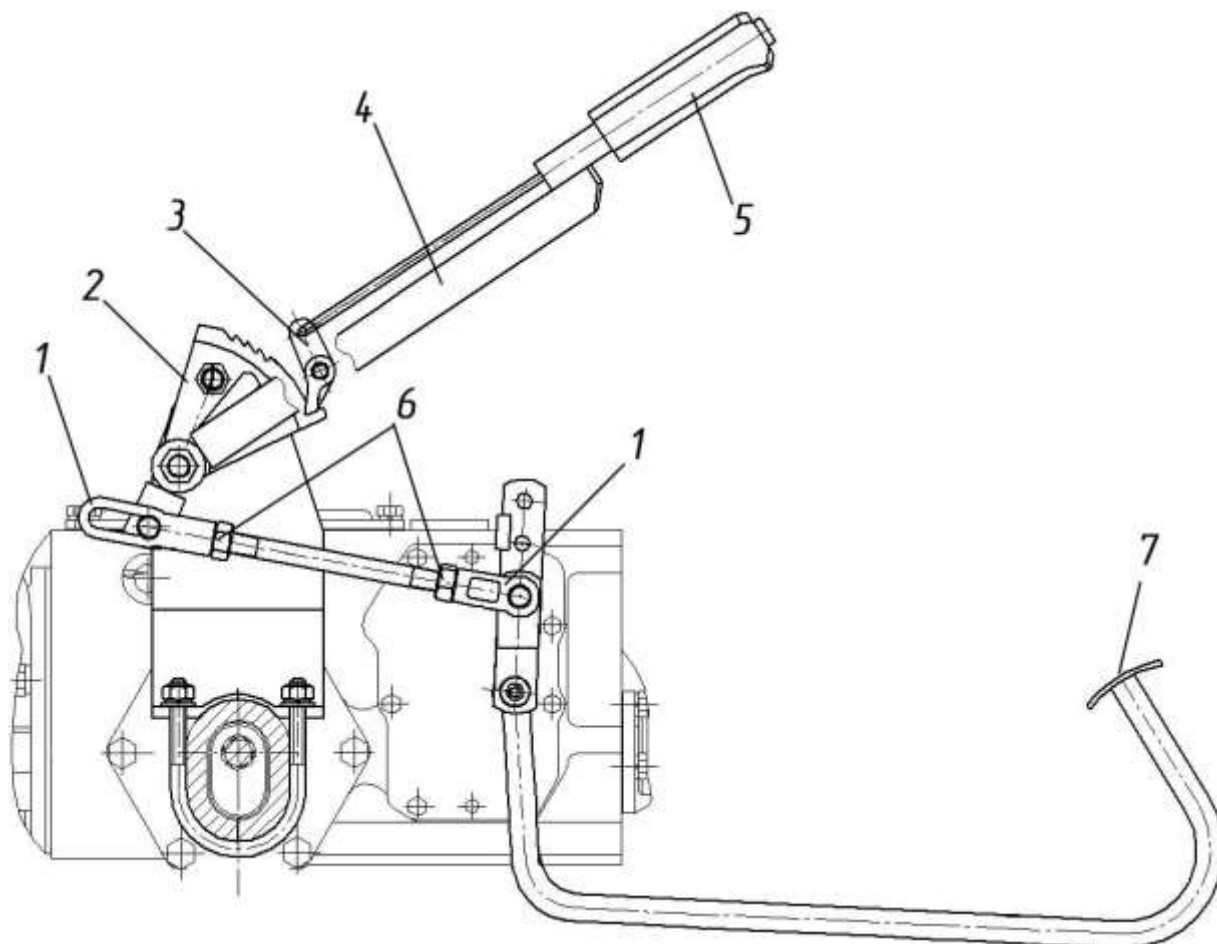

Рисунок 3.2 – Регулировка управления рабочими тормозами
Управление основными тормозами должно быть отрегулировано так, чтобы при нажатии с усилием 120 Н полный ход педали тормоза 7 (рисунок 3.2) был  $95\pm 5$  мм.
При перемещении рукоятки 5 рычага 4 (рисунок 3.2) вверх (на себя) с усилием от 180 до 220 Н фиксатор 3 должен устанавливаться на первый или второй зуб сектора 2 и надежно фиксировать рычаг в этом положении.
- установите рычаг управления стояночным тормозом 4 (рисунок 3.2) в крайнее нижнее положение;